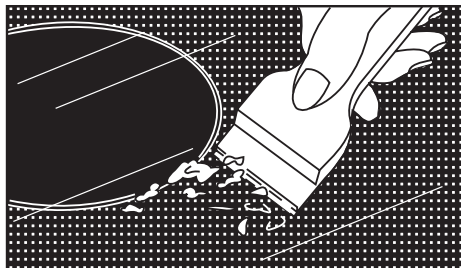

Рис. 29
- Если случайно изделие из алюминиевой фольги или пластмассы расплавится на поверхности стеклокерамического стола или к нему прикипит сахар – их следует немедленно удалить с помощью скребка, входящего в комплект плиты (рис.29).